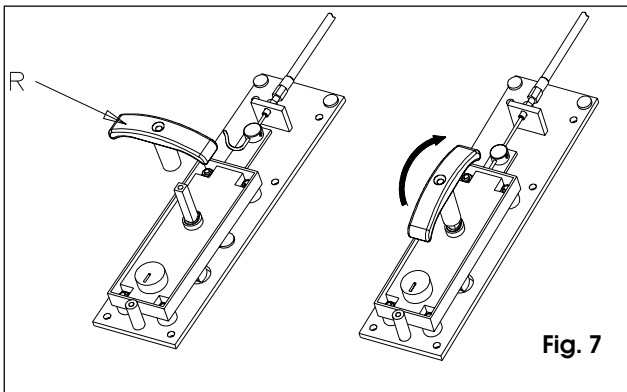

Fig. 7
- 7) Inserire la maniglia **R** sul quadro di comando e ruotandola, di 90° in senso orario ed antiorario, per verificare il corretto funzionamento del sistema di sblocco, Fig.7. Nel caso sia necessario regolare la tensione del cavo agire sui registri **N** e **D**.
- 7) Insert handle **R** on the control panel and, turning it by 90° clockwise and anti-clockwise, check if the release system is operating correctly, Fig. 7. If necessary, adjust tension of the cable with adjusters **N** and **D**.
- 7) Introduire la poignée R sur le tableau de commande et en la tournant, de 90° en sens horaire et inverse horaire, pour vérifier le fonctionnement correct du système de déverrouillage, Fig.7. S'il est nécessaire de régler la tension du câble, agir sur les dispositifs de réglage N et D.
- 7) Introduzca la manilla R en el tablero de mandos, girándola 90° en sentido horario y antihorario para comprobar que el sistema de desbloqueo funcione correctamente, Fig.7. Si fuera necesario regular la tensión del cable, manipule los registros N y D.
- 7) Den Griff R auf die Schalttafel setzen und im Uhrzeigersinn und im Gegenuhrzeigersinn um jeweils 90° drehen, um die Funktionstüchtigkeit des Freigabesystems zu überprüfen, Abb. 7. Die Spannung des Kabels im Bedarfsfall mit Hilfe der Einstellschrauben N und D regulieren.